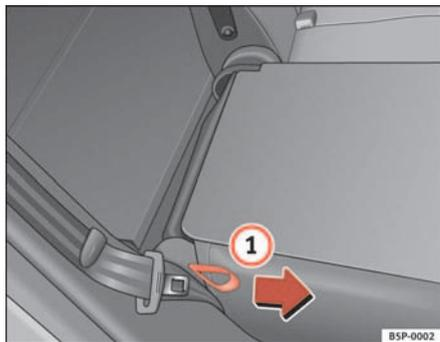

Fig. 99 Ribaltamento in avanti o all'indietro dello schienale dei sedili posteriori
- Tirare la maniglia flessibile posta nella parte laterale del sedile ⇒ fig. 99 ①